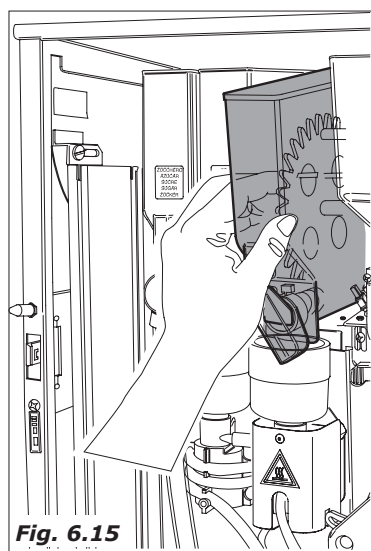

Fig. 6.15
- Rimuovere tutti i contenitori prodotti dal distributore (Fig.6.15).